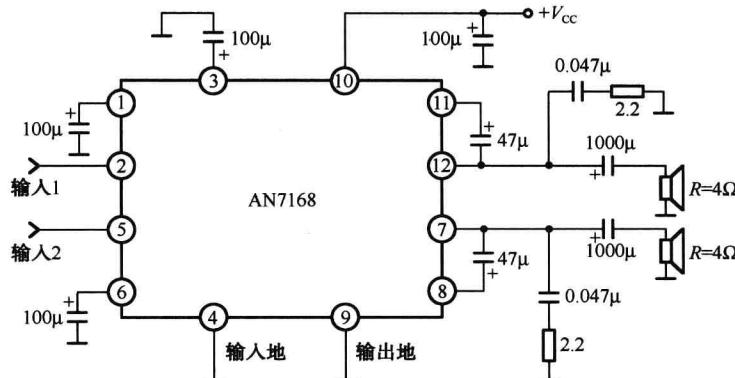

图 1-1-8 AN7168 集成电路的典型应用电路
(1) AN7168 双声道功率放大集成电路的典型应用电路如图 1-1-8 所示，其 AN7168 集成电路的内电路方框图如图 1-1-9 所示。
③	滤波元件连接端, 外接滤波电容器	11.6
④	接地线端	0
⑤	双声道音频功率放大器 2 音频信号输入端	0
⑥	双声道音频功率放大器 2 负反馈元件连接端	1.2
⑦	双声道音频功率放大器 2 放大后的音频信号输出	6
⑧	双声道音频功率放大器 2 自举元件连接端	11
⑨	接地线端	0
⑩	工作电源电压输入端	12
⑪	双声道音频功率放大器 1 自举元件连接端	11
⑫	双声道音频功率放大器 1 放大后的音频信号输出	6
(3) 了解了集成电路各引脚功能后, 再和外部电路元器件结合在一起对电路进行分析。从图 1-1-8 可以看出, 扬声器通过电容器接在集成电路输出端, 由此可以推断该功放为 OTL 类型。若电路有故障, 就可根据 OTL 电路固有的特点去检修。